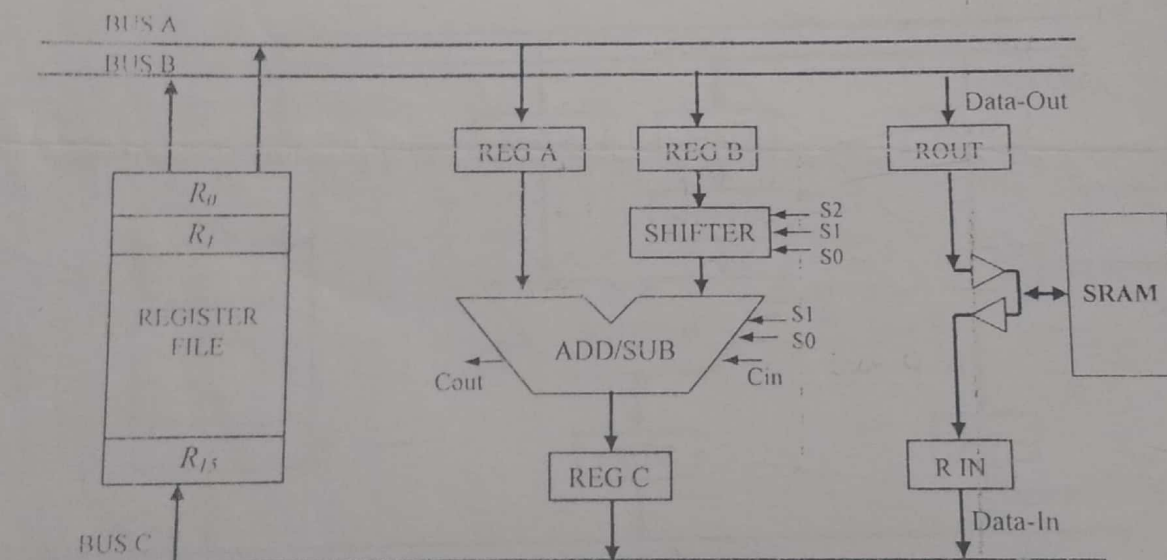

Figura 1: Procesador UV-ARM7
3. Diseñar un circuito controlador para realizar la división N/N bits. El dividendo se encuentra en R1, y el divisor en R2 del banco de registros del procesador UV-ARM7 de la Figura 1. El cociente y el residuo deben ser almacenados en R6 y R7, respectivamente. RTL-ASM (15%) y prueba de escritorio: Dividendo = 1101 y divisor = 0011 (5%).
4. Diseñar un circuito controlador para realizar la multiplicación basada en el algoritmo de Booth. El multiplicando se encuentra en R1, y el multiplicador en R2 del banco de registros del procesador UV-ARM7 de la Figura 1. El producto debe ser almacenado en R3 y R4. ASM (20%) y prueba de escritorio: multiplicando = 1011 y multiplicador = 1011 (5%).